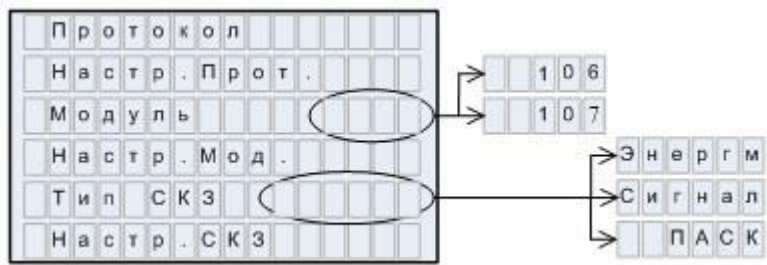

Рисунок 2.11 Главное меню М-80 настройки модулей
Для настройки диапазонов измерения входных сигналов модулей при помощи М-80 подключите устройство к модулю, введите пароль и перейдите в главное меню (рисунок 2.11).
1) Для настройки механизмов регулирования для различных производителей СКЗ при помощи М-80 подключите устройство (см. п. 2.3.2.2) и перейдите в главное меню (рисунок 2.11), введя пароль.
1) Для настройки протоколов связи при помощи М-80, подключите устройство согласно схеме, описанной в п. 2.3.2.2, далее перейдите в Главное меню (рисунок 2.11), введя пароль.